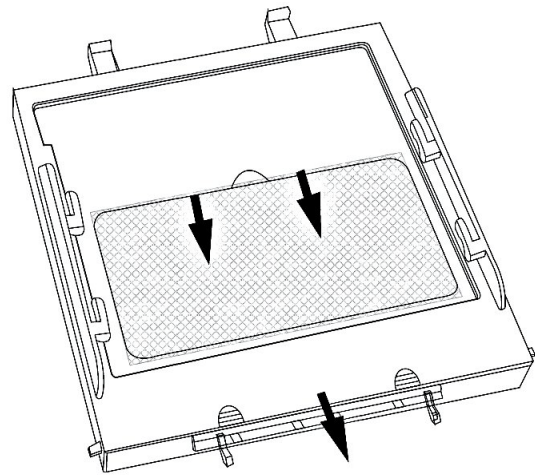

Fig. 9: la sustitución de la lente de cubierta exterior
2. El nuevo cartucho de filtro en el bastidor (Fig. 9). Asegúrese de que el cartucho de filtro está insertado correctamente en el marco, y sustituir el cartucho del filtro en el casco shell uno.